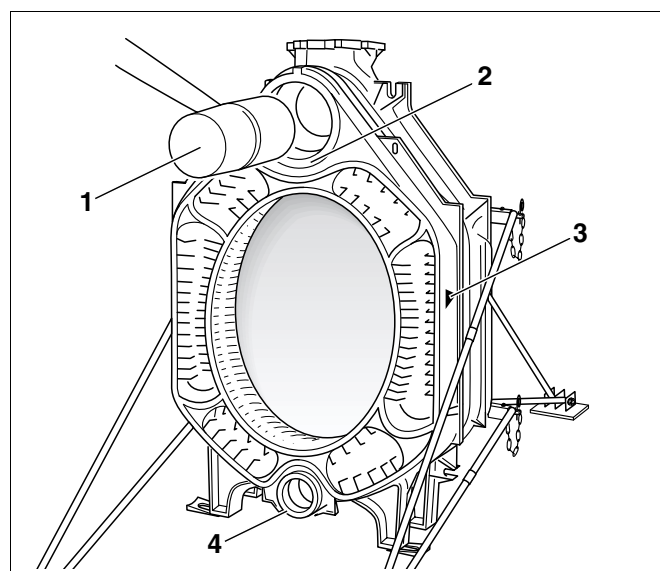

Рис. 18 Установка средней секции
- Надеть верхнюю и нижнюю ступицы (рис. 18, **поз. 2 и 4**) средней секции на ниппели задней секции, при этом стрелка, указывающая направление монтажа (рис. 18, **поз. 3**), должна быть обращена назад.
- Постукивая деревянным или резиновым молотком (рис. 18, **поз. 1**), придвинуть среднюю секцию к задней.